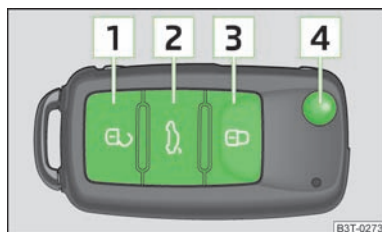

Abb. 13
- Die Taste **[2]** » Abb. 13 für etwa 0,5 Sekunden drücken. Weitere Informationen » Seite 43.
- Die Taste **[2]** » Abb. 13 für etwa 1 Sekunde drücken. Weitere Informationen » Seite 43.
- Die Taste **[2]** » Abb. 13 für etwa 1 Sekunde drücken. Weitere Informationen » Seite 44.
- Die Taste **[2]** » Abb. 13 für etwa 1 Sekunde drücken. Weitere Informationen » Seite 46.